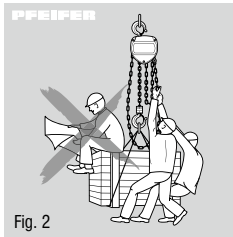

Fig. 2
- Brug af hejseværk til transport af personer er forbudt (fig. 2).